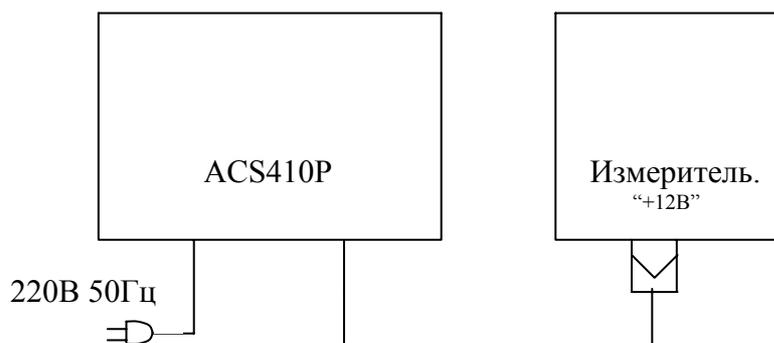

Рис. 11. Схема подключения зарядного устройства.
- 1). Подключить блоки в соответствии со схемой, изображённой на рис. 11.